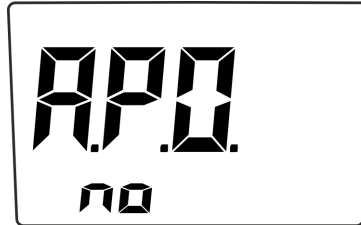

Fig. 36: Deshabilitación función Autoapagado
3. El mensaje “A.P.O no” se muestra en el visualizador durante algunos segundos (ver la Fig. 36), el instrumento se vuelve a encender automáticamente y el símbolo “P” (ver la Fig. 2 – parte 14) desaparece del visualizador. La función se reactiva automáticamente al reinicio del instrumento